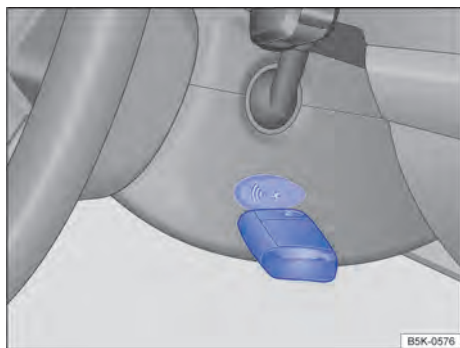

Fig. 90 A la derecha en la columna de dirección: función de arranque de emergencia en vehículos con sistema de bloqueo y de arranque Keyless Access sin llave.
- Mantener la llave del vehículo directamente después de presionar la tecla de arranque a la derecha de la columna de dirección → **fig. 90**.